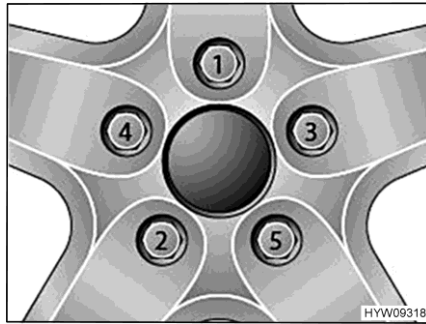

Fig. 67 Apretar las tuercas o los tornillos de las ruedas en forma de cruz
- Apretar las tuercas de rueda o los tornillos de rueda en el orden indicado en Fig. 67. Para ello, usar una llave dinamométrica y cumplir con el par de apriete especificado (véase apartado 14.5).
- Comprobar periódicamente que las tuercas o tornillos de las ruedas estén firmemente apretados. Volver a apretar las tuercas de rueda o los tornillos de rueda de una rueda cambiada después de 50 km. En esto, proceder en el orden indicado en Fig. 67.
- Al utilizar llantas nuevas o recién pintadas, reajustar además las tuercas o tornillos después de 1 000 a 5 000 km aprox. En esto, proceder en el orden indicado en Fig. 67.